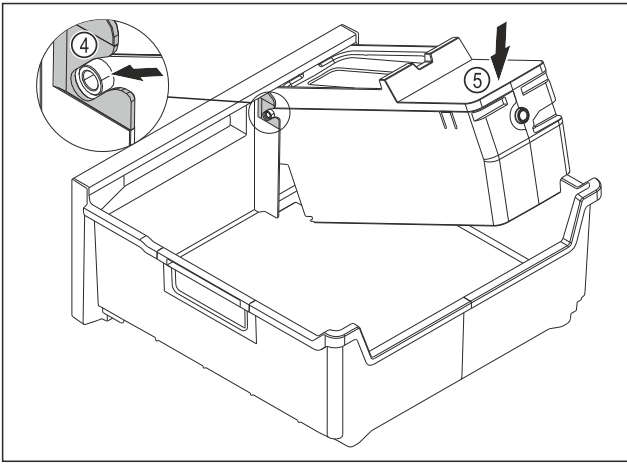

Fig. 149
- ▶ Az EasyTwist-Ice egység testének szerelése: Tolja be az EasyTwist-Ice egység testének tengelyeit a vezetőelemekbe Fig. 149 (4).
- ▶ Nyomja le az EasyTwist-Ice egység testének Fig. 149 (5) hátsó részét.